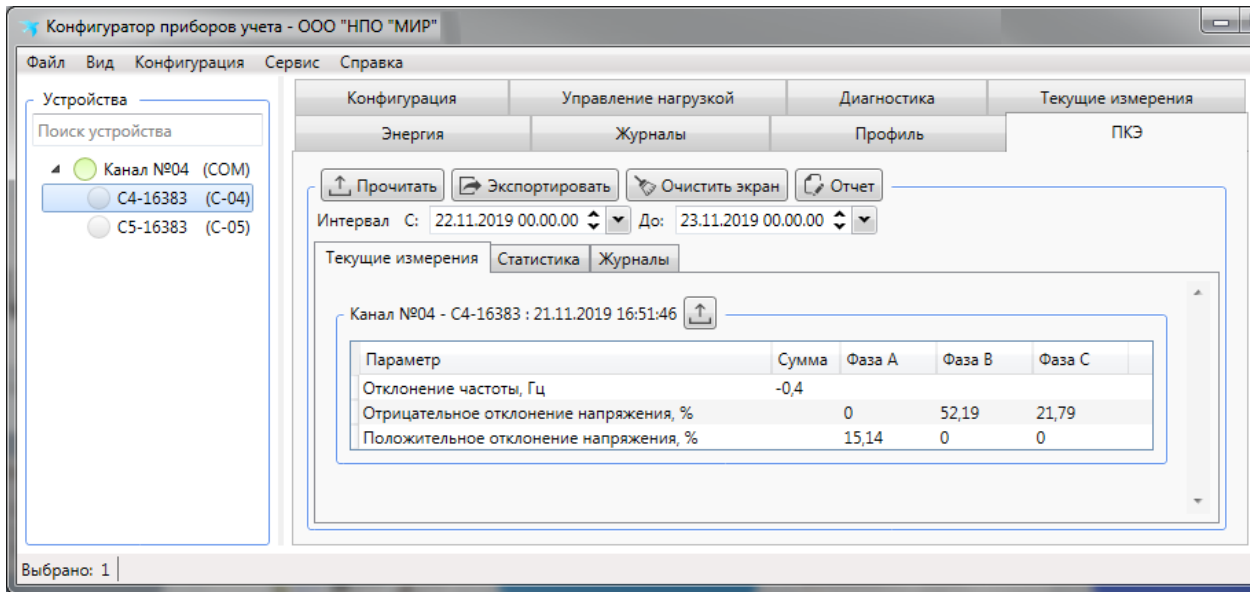

Рисунок 9.50 – Просмотр данных текущих измерений ПКЭ
9.6.6.2 Для просмотра данных текущих измерений необходимо перейти на вкладку ПКЭ области параметров программы КОНФИГУРАТОР, затем на вкладку Текущие измерения нажать кнопку Прочитать (рисунок 9.50).